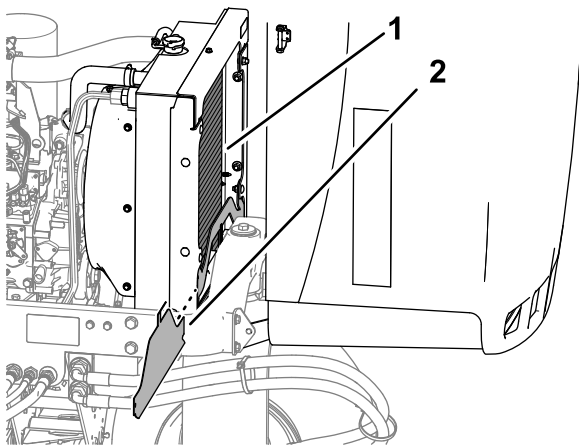

Figura 74
4. Retire el protector del radiador inferior (Figura 74).
5. Limpie a fondo ambos lados del radiador con agua o aire comprimido (Figura 74).